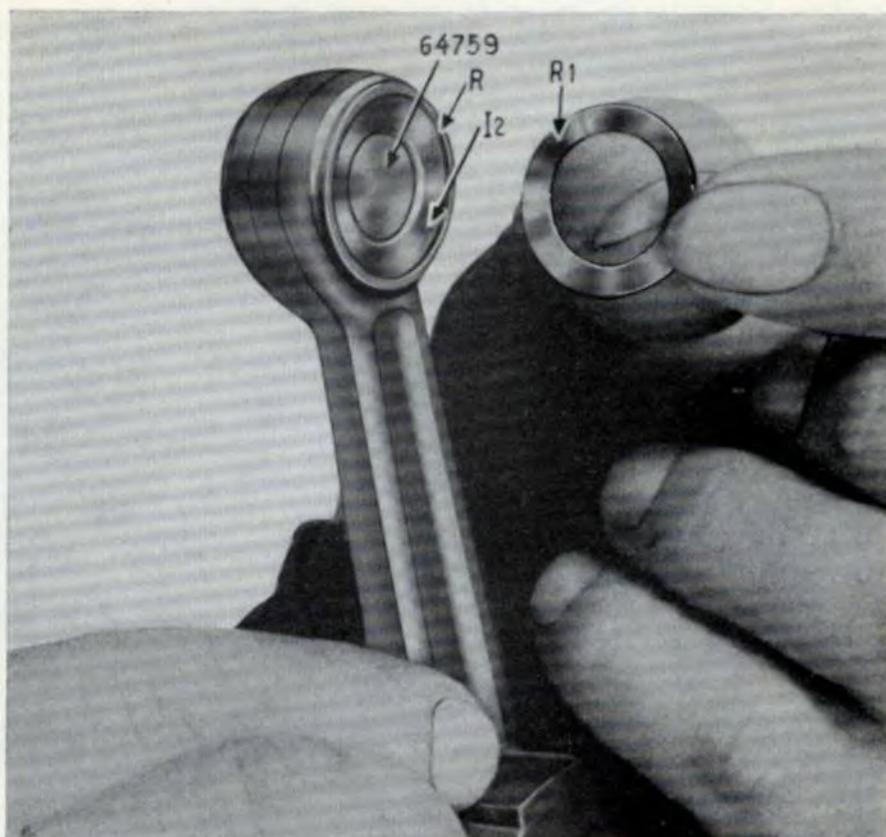

Fig. 12 - Montaggio rulli nel piede biella
4. Fig. 12 - Spalmare con grasso il foro del piede biella ed i 21 rullini 2 x 11,8, montarli nel piede biella trattenendoli in posizione con l'ausilio della bussola della spina guida dett. 64759.